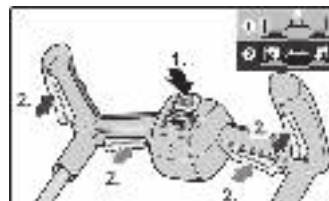

Рис. 3
##### Включение (Рис. 3)
Удерживая рукоятку двумя руками, немного наклоните газонокосилку, чтобы приподнялась ее передняя часть. Нажмите на кнопку (1) (Рис. 3) предохранителя и прижмите рычаги включения (2) (Рис. 3) к рукоятке. Переведите газонокосилку в рабочее положение.